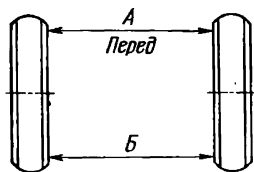

Рис. 129. Проверка схождения передних колес
**Регулировка схождения передних колес.** Проверку и регулировку схождения колес следует производить после замены передней подвески, рычага подвески, перестановки колес, замены деталей рулевого управления. Проверку и регулировку можно производить на специальном стенде или с помощью специальной раздвижной линейки. Перед проверкой необходимо убедиться в отсутствии зазоров в шкворневом соединении, подшипниках ведомого вала колесных редукторов, рулевой трапеции, а также в нормальном давлении в шинах передних и задних колес. Схождение колес должно быть таким, чтобы размер между внутренними поверхностями шин спереди был на 1...3 мм меньше размера *Б* сзади (рис. 129). Проверку схождения передних колес автомобиля с помощью раздвижной линейки необходимо производить в следующем порядке: